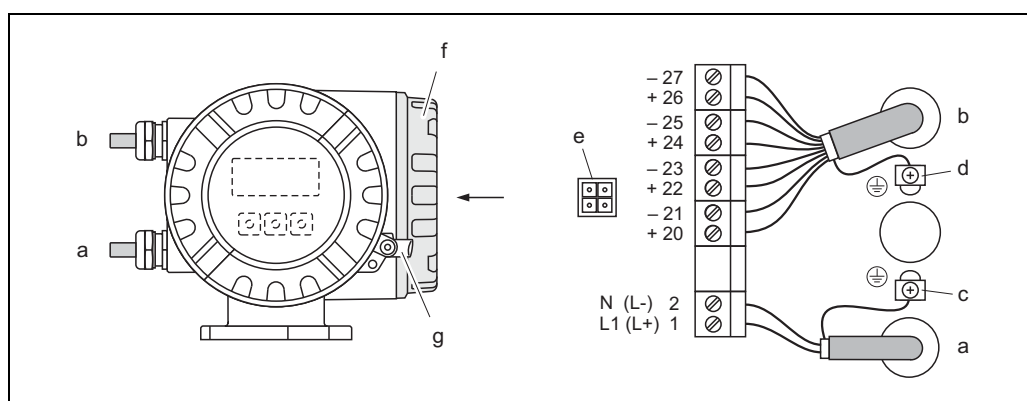

Fig. 18: Raccordement du transmetteur (boîtier de terrain en aluminium). Section de câble : max. 2,5 mm²
- Schéma de raccordement (boîtier aluminium) → fig. 18